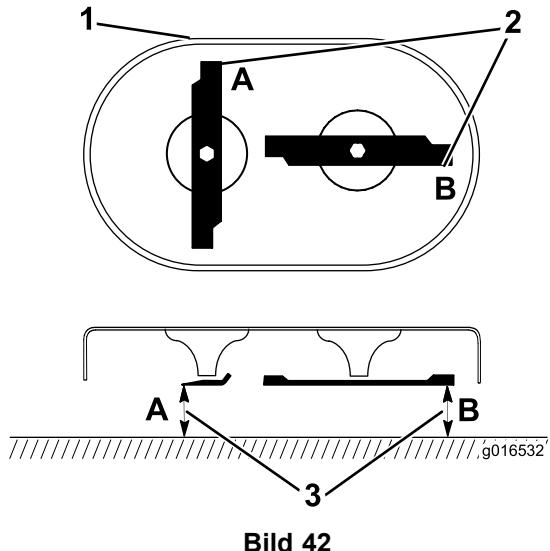

Bild 42
1. Drehen Sie die Messer, bis sie wie in Bild 42 dargestellt positioniert sind.
3. Messen Sie an den Stellen A und B von der ebenen Fläche zu den Schnittkanten (Bild 42) und notieren Sie beide Werte.